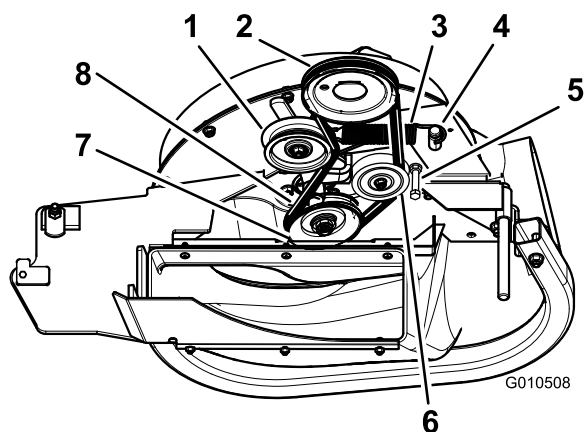

Figura 14
2. En cortacéspedes de 122 cm y 132 cm, afloje la guía de la correa (Figura 14).
3. Instale la correa alrededor de la polea del soplador y de la polea tensora fija (Figura 14).